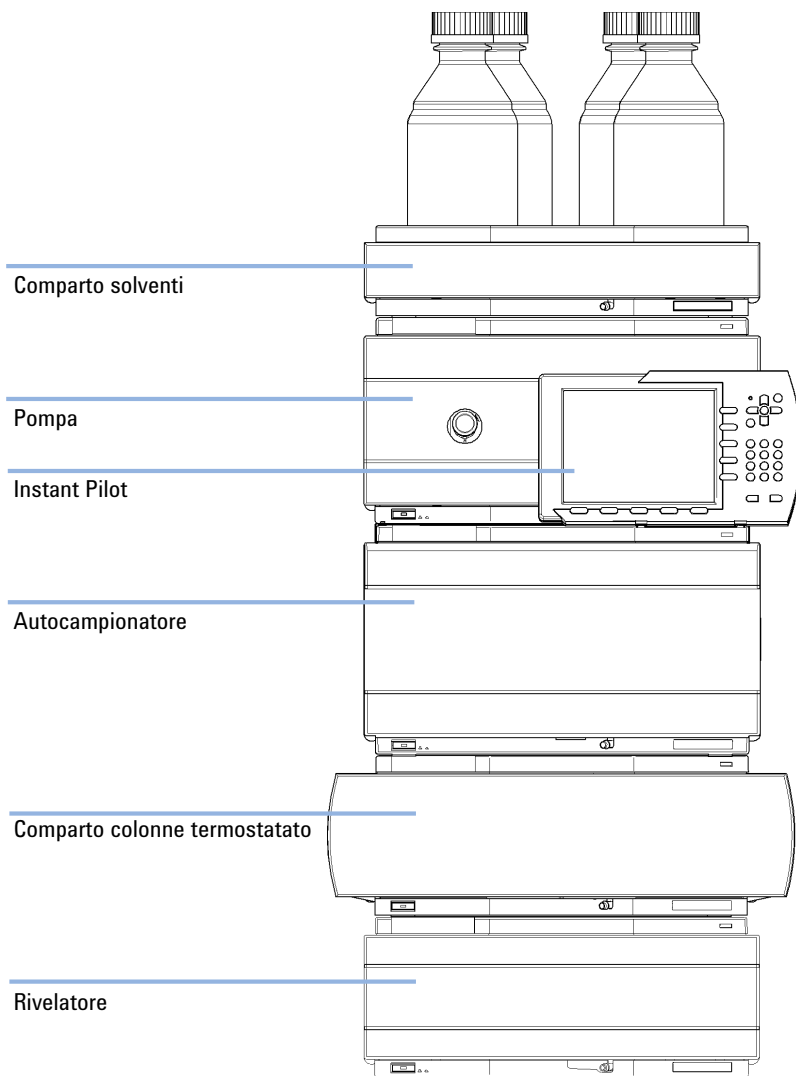

Figura 6 Configurazione dello stack consigliata per 1260 Infinity (vista anteriore)
Per ottenere prestazioni ottimali, installare i moduli del sistema LC Agilent 1260 Infinity nella configurazione descritta di seguito (vedere la Figura 6, pagina 37 e la Figura 7, pagina 38). Questa configurazione ottimizza il circuito idraulico, assicurando un volume di ritardo minimo e riducendo lo spazio necessario sul banco.
- 1 Posizionare i singoli moduli nella configurazione dello stack indicata nella Figura 6, pagina 37.
- 1 Posizionare il degassatore sottovuoto nello stack dei moduli come indicato nella Figura 6, pagina 37.